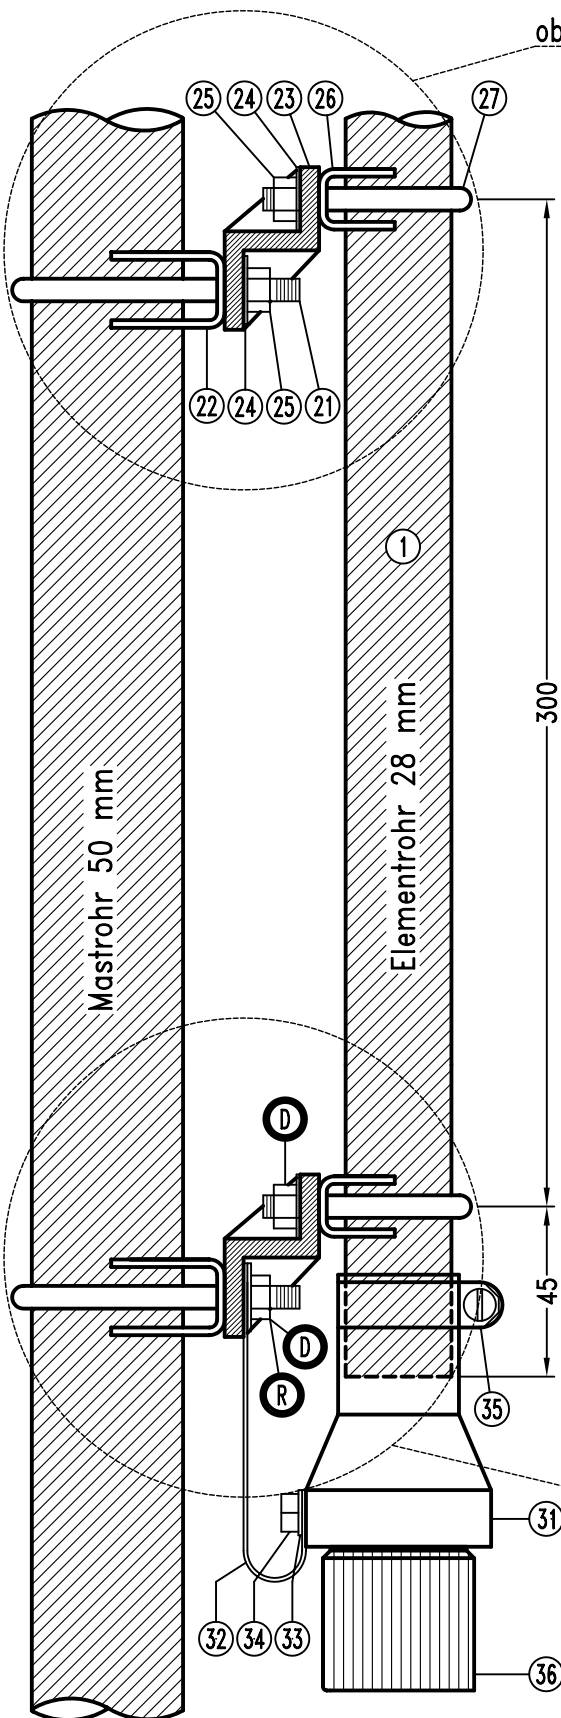
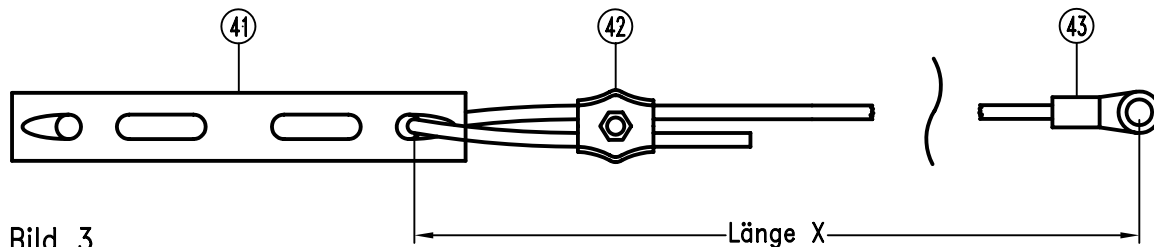

Bild 1
Bild 3
2. Beginnen Sie mit der Montage der unteren Doppelrohrklammer am Elementrohr (1). Am nichtgeschlitzten Ende des Elementrohrs wird im Abstand von 45 mm der Isolierwinkel (23) mit dem Rohrsitz (26), dem U-Bügel (27), der Scheibe (24) und der Sechskantmutter (25) verschraubt (Bild 1+2).
5. Nun werden die 3 Drähte der Radials (14) für das 10/15/20 m - Band vorbereitet (Bild 3). Mit den Simplexklemmen (42) werden die Drähte auf die entsprechenden Längen gebracht.
Mit dem U-Bügel (21), dem Rohrsitz (22), der Scheibe (24) und der Sechskantmutter (25) wird die Antenne am Mastrohr befestigt. Zur Montage der Radials (14) entfernen Sie wieder eine der Sechskantmutter (25) an der unteren Doppelrohrklammer (Bild 1 + 2, Ⓡ), und montieren den Kabelschuh (43), (Bild 3) der Radials. Ziehen Sie die Sechskantmutter wieder an.
Entfernen Sie nun die Sechskantmutter auf der anderen Seite des gleichen U-Bügels und montieren den Kabelschuh (44), (Bild 4) einer Hälfte des 40 m-Dipols. Die andere Hälfte des 40 m-Dipols wird am U-Bügel 28 mm (Bild 1 + 2, ⓓ) mit dem Strahler verbunden.